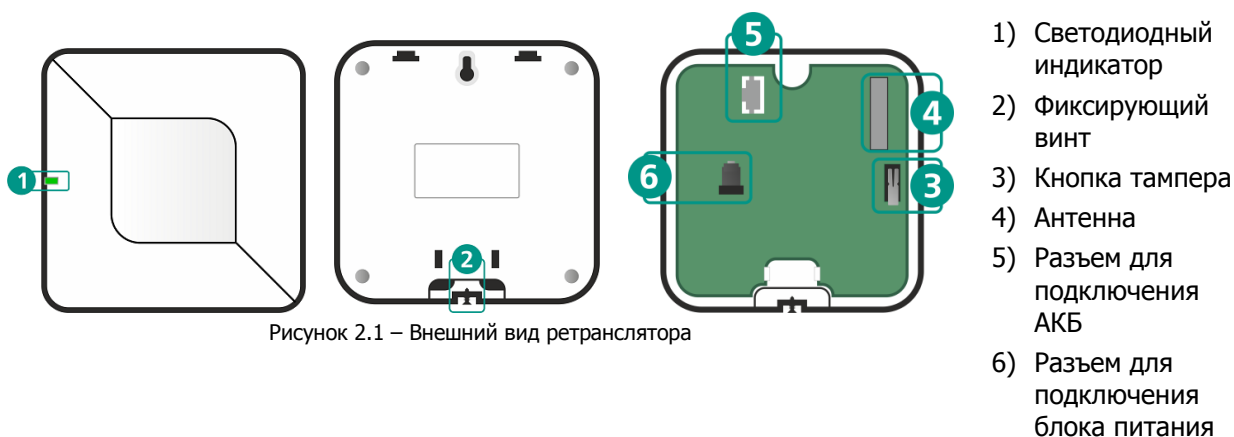
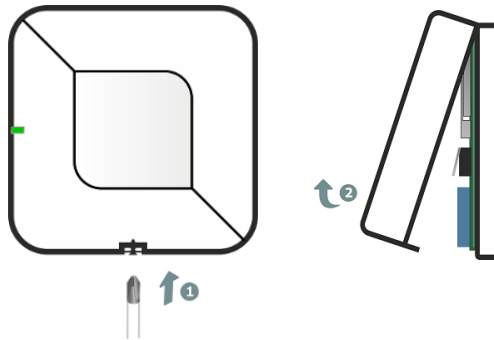

Рисунок 2.1 – Внешний вид ретранслятора
Рисунок 6.2 – Вскрытие корпуса ретранслятора
Ретранслятор оснащен встроенным тампером (3, рисунок 2.1) для контроля вскрытия корпуса.
2. С помощью индикации на ретрансляторе. Для этого вскройте корпус ретранслятора, если он был закрыт (см. рисунок 6.2), и дважды нажмите на кнопку тампера (3, рисунок 2.1). Посмотрите на индикатор ретранслятора. Соответствие уровня связи и индикации представлено в таблице 8.1.
1. Вскройте корпус ретранслятора, если он был закрыт (см. рисунок 6.2).
- 2) С помощью кнопки тампера (3, рисунок 2.1). Для этого вскройте корпус ретранслятора (см. рисунок 6.2) и полностью обесточьте ретранслятор на 30 секунд (отключите АКБ и блок питания). Зажмите кнопку тампера и подключите питание обратно, соблюдая указанную полярность. Удерживайте кнопку тампера, пока ретранслятор запускается (индикатор ретранслятора быстро мигает красным и зеленым цветами по очереди). Отпустите кнопку тампера и последовательно нажмите на нее не менее 5 раз с интервалом 0,5 – 1 сек. между нажатиями. Ретранслятор удален, если его индикатор начал мигать голубым цветом раз в секунду (индикация режима связывания).